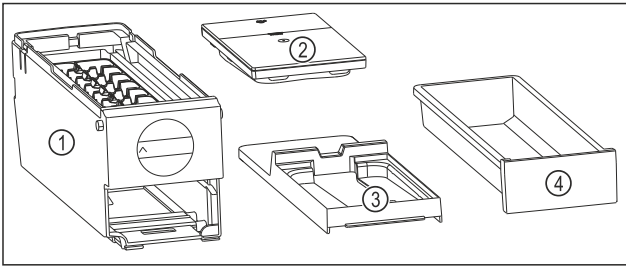

Fig. 185 Composants de l'EasyTwist-Ice
- ▷ L'EasyTwist-Ice est démonté en quatre parties. (voir Fig. 185)
- ▶ Ne démonter l'EasyTwist-Ice que de la manière illustrée. (voir Fig. 185)
- ▶ Nettoyer le corps de l'EasyTwist-Ice Fig. 185 (1) dans son ensemble.